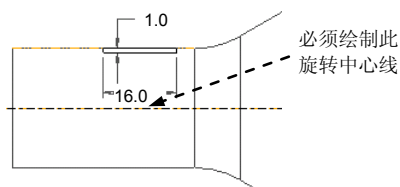

图 5.20.6 截面图形
Step2. 选择下拉菜单  插入(I)  旋转(R)... 命令，创建槽特征，草图截面的尺寸如图 5.20.6 所示。